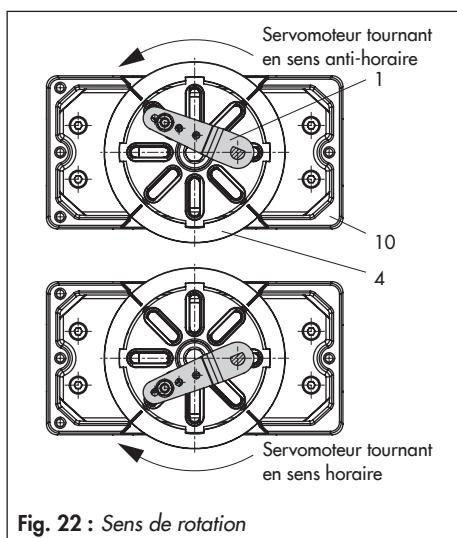

Fig. 22 : Sens de rotation
1. Placer la plaque de transmission (3) dans la fente de l'indicateur de position du servomoteur ou sur l'adaptateur (5).
2. Placer le disque d'accouplement (4) sur la plaque de transmission (3), côté plat vers le servomoteur. Lorsque la vanne est en position fermée, la fente de ce disque doit coïncider avec le sens de rotation selon la Fig. 22.
4. Visser les deux équerres inférieures (10.1) sur le corps du servomoteur avec le pli vers l'intérieur ou l'extérieur selon la taille du servomoteur. Mettre en place les équerres supérieures (10) et visser.
5. Monter la plaque de raccordement (6) ou le bloc manomètres (7) avec les manomètres sur le positionneur, en veillant à ce que les deux joints toriques soient bien positionnés. Pour les servomoteurs rotatifs sans ressorts à **double effet**, un amplificateur-inverseur est nécessaire pour le montage sur le servomoteur, cf. chap. 5.9.
6. Dévisser le palpeur standard (2) sur le levier M (1) du positionneur. Utiliser le palpeur en métal blanc (\varnothing 5 mm) du kit de montage et le visser en position 90° .
7. Placer et visser le positionneur sur les équerres supérieures (10). Le levier (1) et le palpeur doivent être engagés dans la fente du disque d'accouplement (4) en tenant compte du sens de rotation du servomoteur Fig. 22). Dans tous les cas, s'assurer que le levier (1) est parallèle au côté longitudinal du positionneur lorsque le servomoteur a parcouru la moitié de sa rotation.
4. Insérer l'accouplement (4) dans la fente de l'indicateur de position du servomoteur ou sur l'adaptateur (3) et le fixer à l'aide de la vis (4.1) et de la rondelle-ressort (4.2).
5. Dévisser et retirer le palpeur standard (2) situé sur le levier M (1) du positionneur. Visser le palpeur (\varnothing 5 mm) fourni dans le kit de montage en position 90°.
6. Si nécessaire, monter le bloc manomètres (7) avec les manomètres ou, si un raccord taraudé G $\frac{1}{4}$ est requis, la plaque de raccordement (6) en s'assurant que les deux joints (6.1) sont positionnés correctement. Pour les servomoteurs rotatifs sans ressorts à double effet, un amplificateur-inverseur est nécessaire pour le montage sur servomoteur, cf. chap. 5.9.
8. Placer et visser le positionneur sur le corps (10). Aligner le levier (1) de sorte que son palpeur s'insère dans la fente correspondante en tenant compte du sens d'action du servomoteur (Fig. 22).